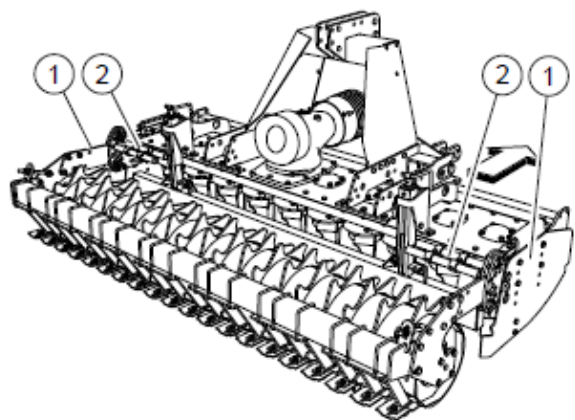

FIG. 17
- Déflecteur latéral de protection (1, "Fig. 17").
- Tuyaux de protection contre l'accès à la zone des lames (2, "Fig. 17").